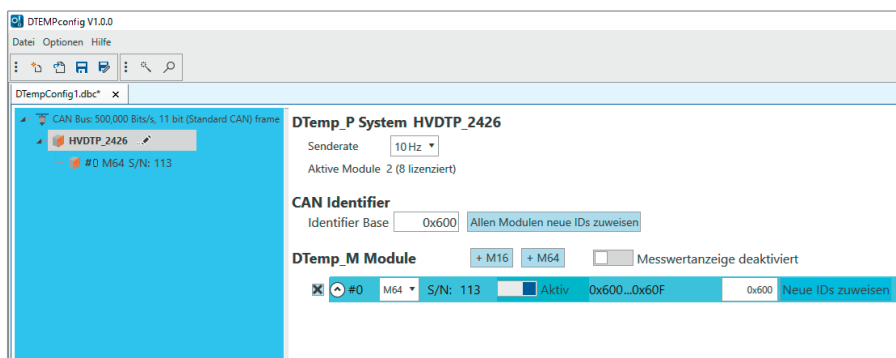

Abb. 5-21: Konfigurationsfenster, erkannte Komponenten
- ⇒ Erkannte Komponenten werden links unter der CAN-Bus-Ebene aufgelistet (Abb. 5-21).
- ▶ Controller-Ebene – Hier werden die mit der Zentraleinheit verbundenen Controller angezeigt. Das Beispiel in Abb. 5-21 zeigt ein HV DTemp-M64 Controller mit der ID '0' und der Seriennummer '113'. Die Einstelloptionen zu den Controllern sind im rechten Teilfenster unter **DTemp\_M Module** in einer Tabelle zusammengefasst. Jeder Controller verfügt über eine separate Tabelle.